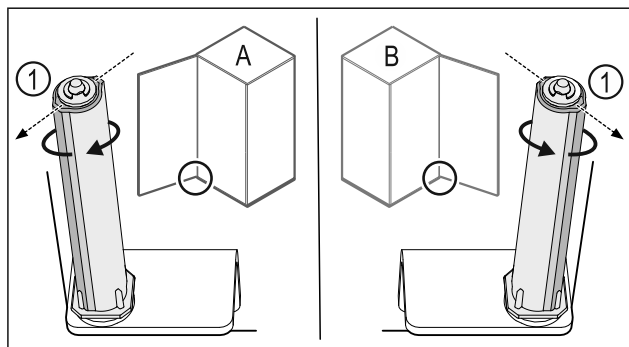

Fig. 46 Розкриття ліворуч (A) / Розкриття праворуч (B)
- Систему закриття повертати проти опору доки перемикач системи закриття Fig. 46 (1) не покаже назовні.